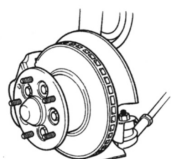

Fig. 2
- Type à support extérieur (Fig. 2). Défaire et déposer la roue portant l'écrou de retenue, ensuite sortir l'ensemble moyeu/disque. Déposer le disque de sur le moyeu.
- 6b Tipo con supporto esterno (Fig. 2). Allentare e rimuovere il dado di fissaggio dal cuscinetto della ruota, poi estrarre il mozzo della ruota o il disco del freno. Togliere il disco dal mozzo.